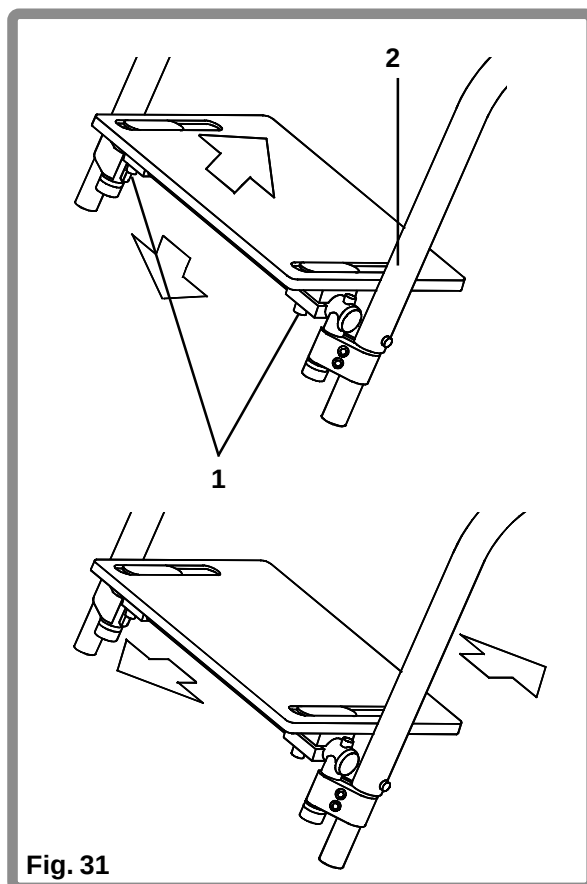

Fig. 31
Pour ajuster l'angle (Fig. 31), les quatre écrous (1) sous la plateforme doivent être suffisamment desserrés (en utilisant une clé d'ouverture de 11 mm) pour permettre à la plateforme (2) de pivoter. Une fois que l'angle désiré est atteint, coupez les écrous entre 8 et 10 Nm.